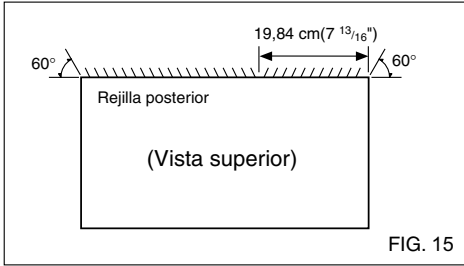

FIG. 15
- 7** Extraiga la parte posterior de los bloques de soporte y fíjelos en el interior del alojamiento de la pared según se muestra en la FIG 15. Deslice el deflector en las ranuras de los bloques de soporte.